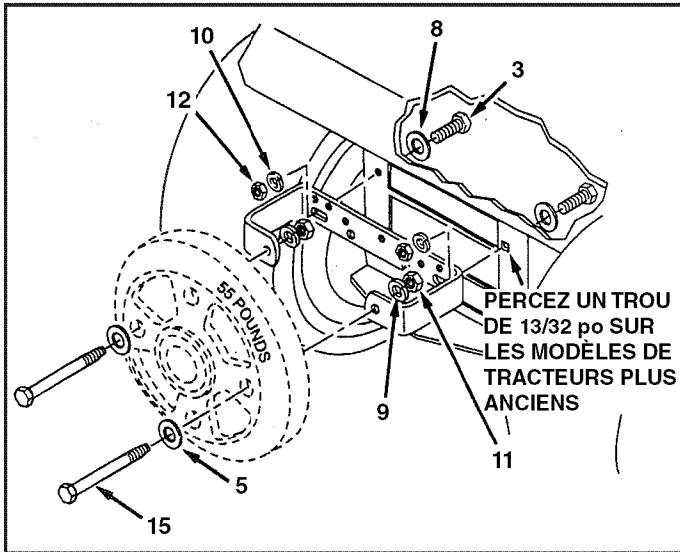

FIGURE 1
1. Mettez deux rondelles de 1,5 po de diam. ext. (8) sur deux boulons hexagonaux de 3/8-16 x 1 po (3). Passez ces boulons dans la barre d'attelage et montez le support de contrepoids (1) sur celles-ci. Bloquez l'ensemble solidement avec deux rondelles de blocage de 3/8 po (10) et deux écrous hexagonaux de 3/8-16 (12). Voir la figure 1.
2. Montez le contrepoids sur son support (1) à l'aide de deux boulons hexagonaux de 1/2 x 5-1/2 po (15), de deux rondelles de 1 po diam. ext. (5), de deux rondelles de blocage de 1/2 po (9) et de deux écrous hexagonaux de 1/2-13 (11). Serrez fermement. Voir la figure 1.